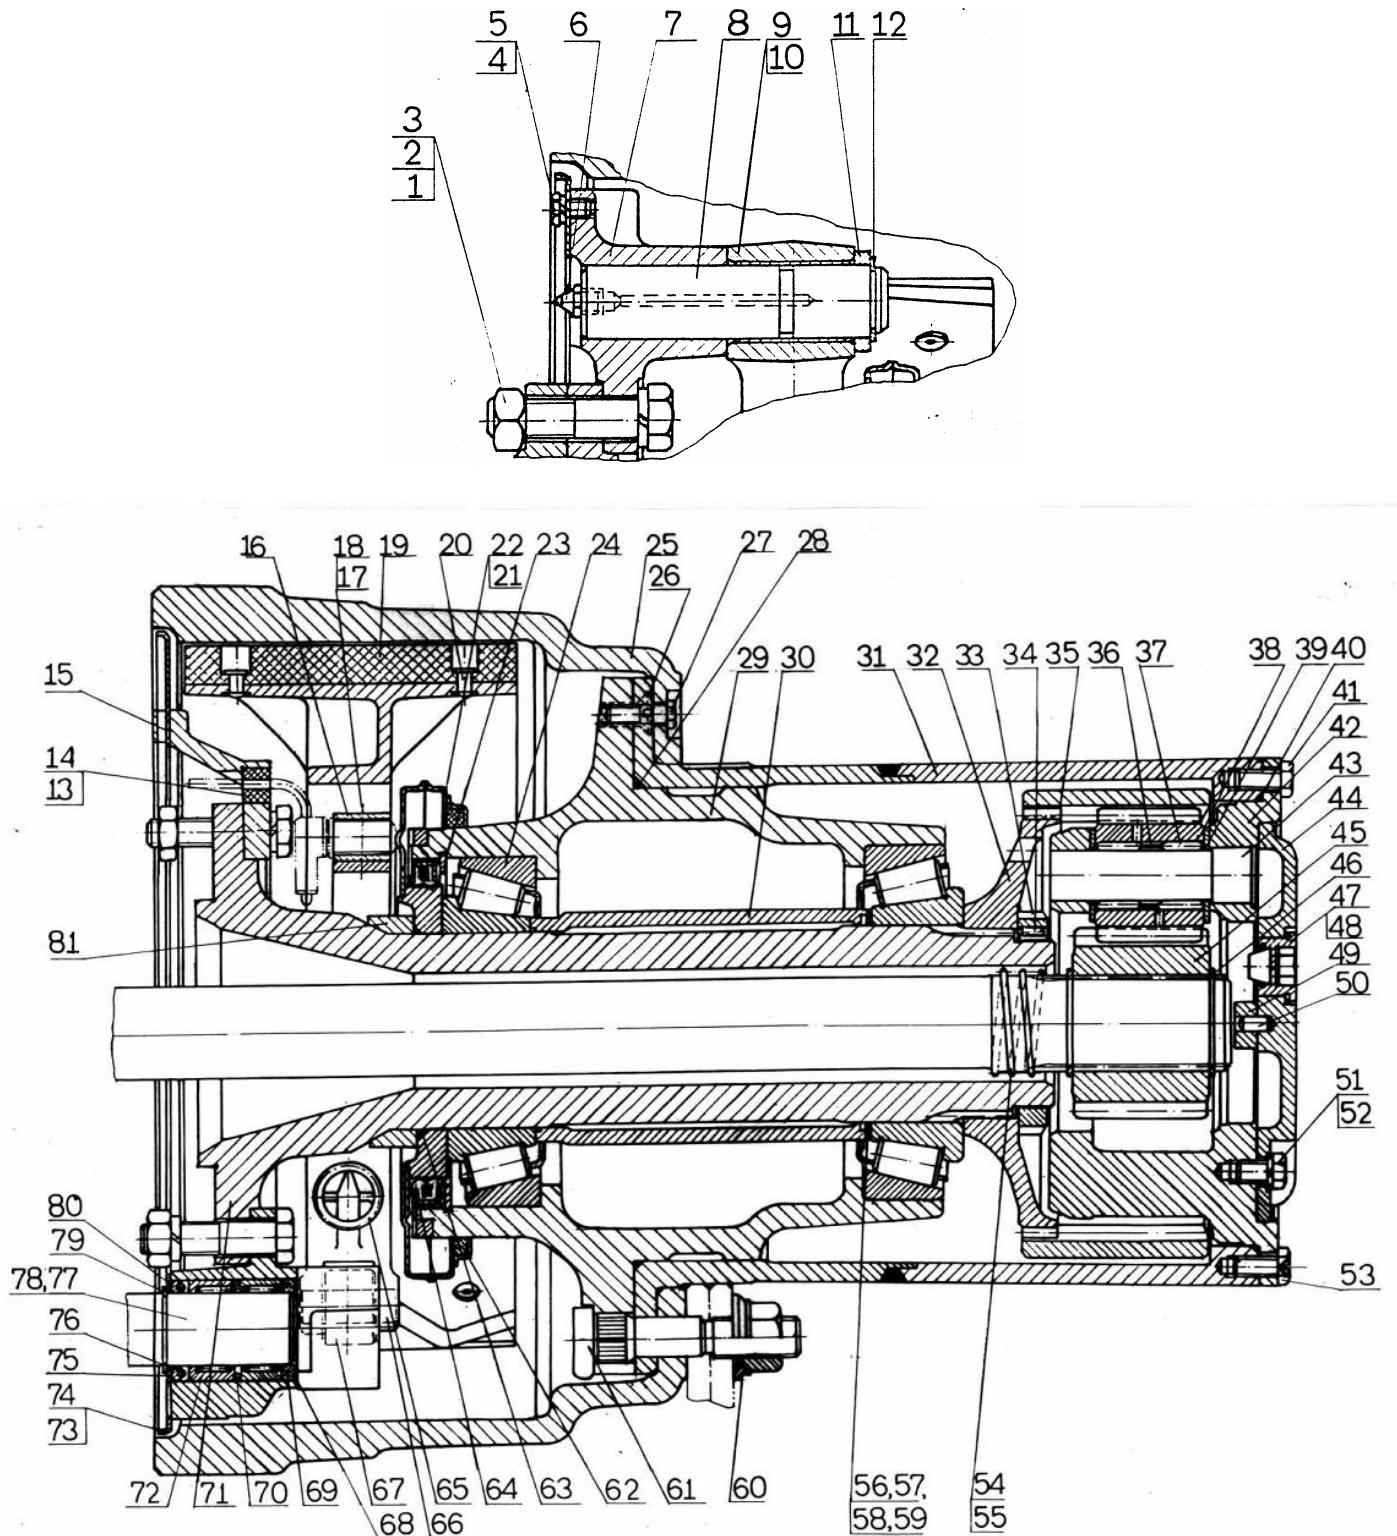

Рис.1. Тормозной механизм и колесный редуктор
Колесный редуктор (рис.1) заднего моста планетарного типа и устанавливается в картер колесного редуктора. Ступицы колес 25 - стальные отливки, соединенные с картером колесных редукторов 31 с винтом 26. К этому узлу с помощью болта 41 закрепляется держатель сателлитных колес (водило) 42.
На шлицевом конце разжимных кулаков 77 и 78 (рис.1) устанавливаются автоматические регулировочные рычаги, соединенные с тормозной камерой.
Разжимные кулаки установлены в суппортах колесных тормозов на игольчатых подшипниках 72 (рис.1).
1. Разобрать колпачок держателя сателлитных зубчатых колес 44, шифт 50, опора 49, стопорное кольцо 46 и снять держатель сателлитных зубчатых колес 42 вместе с последними, вытащить ведущую шестерню 45 колесного редуктора (рис.1).
3. Вывернуть винты 27 и снять картер колесного редуктора 31. Вытащить опорную шестернию 35. Отвернуть фиксирующий винт 33 и с помощью ключа T17- 402 отвернуть гайку с прорезями 32 (рис.1). Ступицу колеса снять с помощью приспособления T17- 2256.
4. Со ступицы колеса снять уплотнитель 64 (рис.1) и при необходимости выбить наружные кольца конических роликоподшипников 24. При обратном сборе не допускается перестановка мест колец.
6. В зависимости от необходимости, отвернуть гайки 2 (рис.1), после чего снять рукава 71.
3. Ввести разжимной кулак 77 (рис.1), надеть опорное кольцо 80 и стопорное кольцо 79. Стопорение разжимных кулаков сделать после монтажа автоматические регулировочные рычаги.
5. С помощью болтов 4 к собранному суппорту колесных тормозов закрепить предохранительные щиты 73 (рис.1).
20. Установить тормозные барабаны 25 (рис.1) на болты 61 и укрепить их болтами 27 к ступице картеру колесному редуктору. Навернуть гайки 60 и затянуть их с соответствующим моментом.